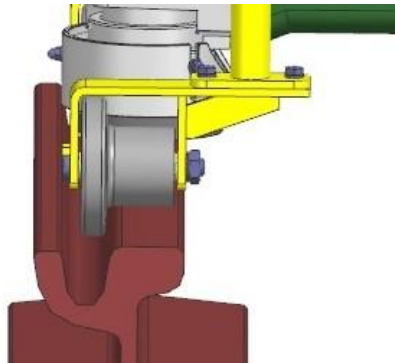

Bild 8: Laufrolle mit einseitigem Spurkranz für eingepflasterte Tiefrillenschienen
- mit einseitigem Spurkranz für eingepflasterte Tiefrillenschienen (Bild 8)